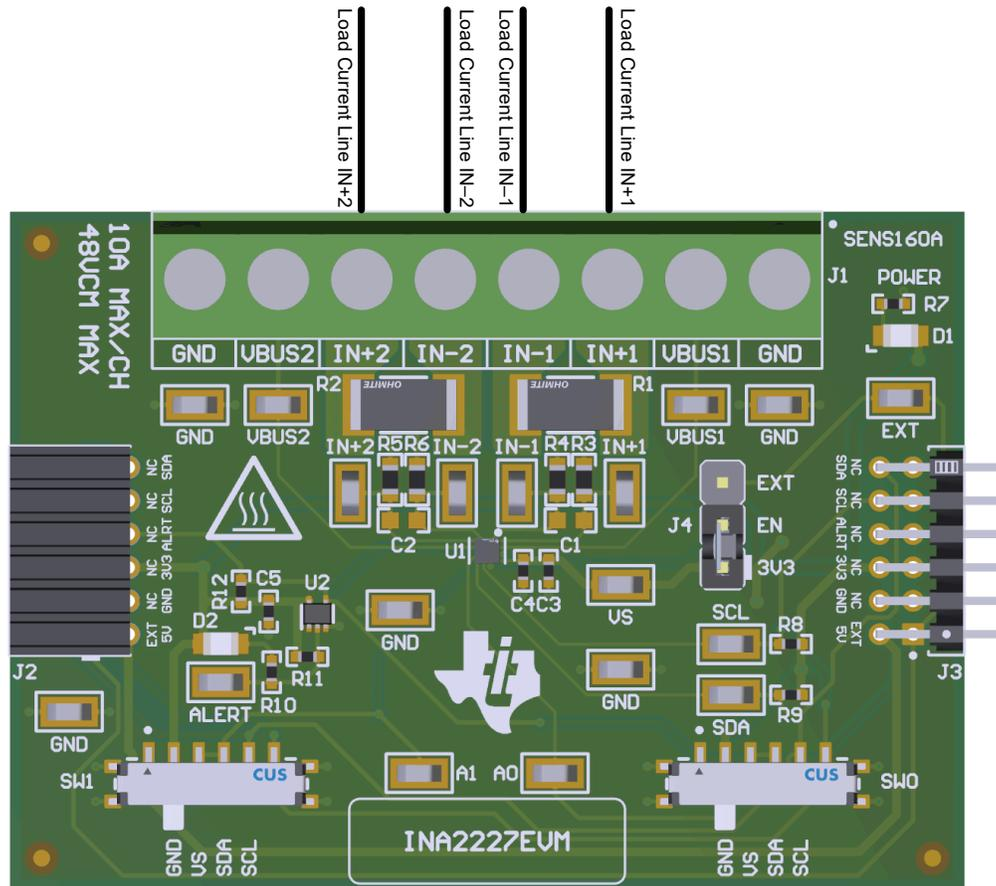

図 2-4. IN+ と IN- の配線 (10A 以下の場合)
- a. 図 2-4 に示すように、IN+ 入力と IN- 入力を接続する R1 または R2 のパッドの間に 2512 の抵抗を半田付けします。